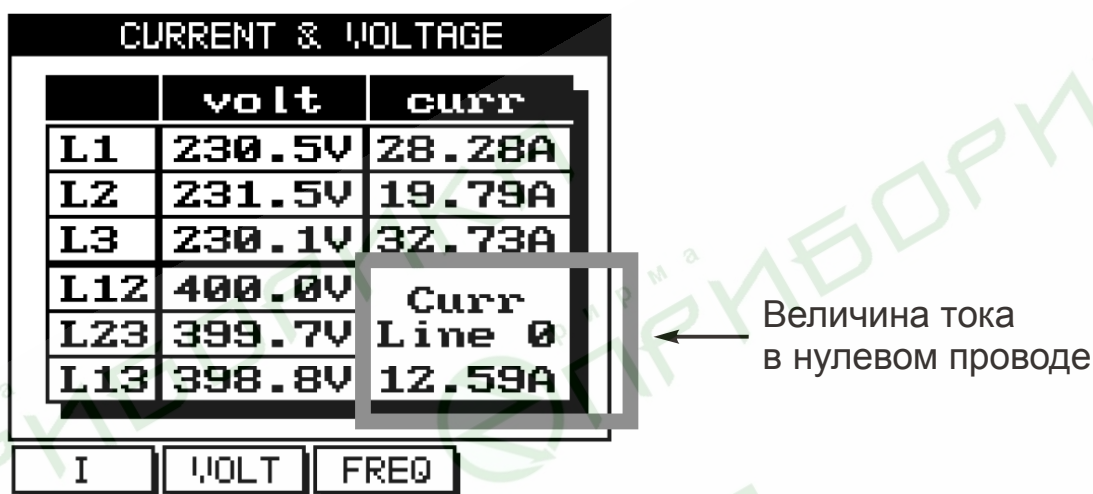

Рис. 22
2. Нажмите «Enter». На дисплее появится экран индикации токов и напряжений (рис. 22):